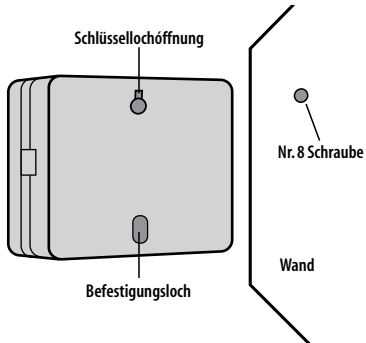

Abbildung 12b: Anbringung der Sprinklerzeitschaltuhr
- Den Schlüssellochschlitz auf der Rückseite der Zeitschaltuhr über die vorstehende Schraube schieben. [Siehe Abbildung 12b]